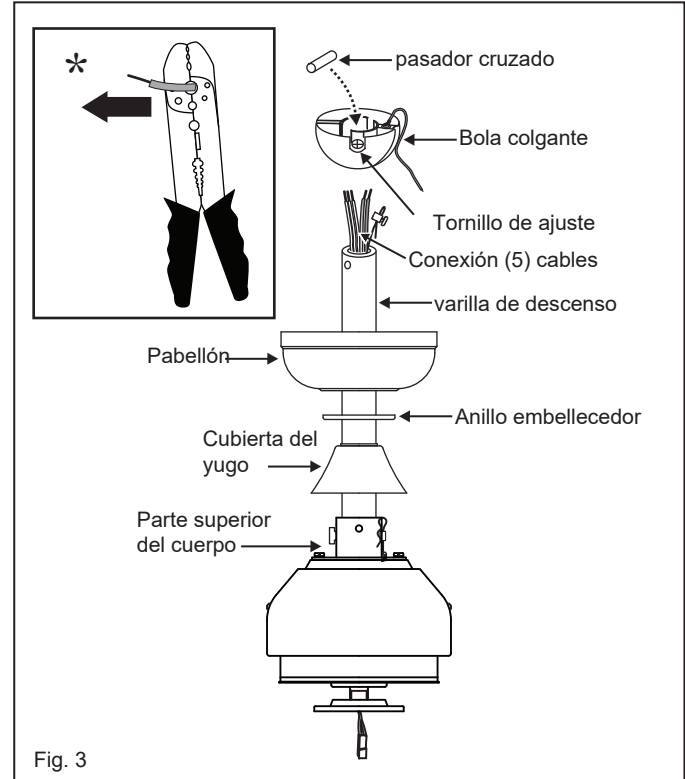

Fig. 3
- 6 Deslice la cubierta del yugo, el anillo embellecedor y el dosel sobre la varilla bajante. (Fig. 3)